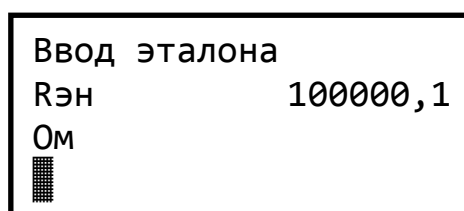
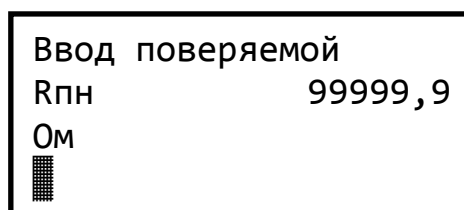
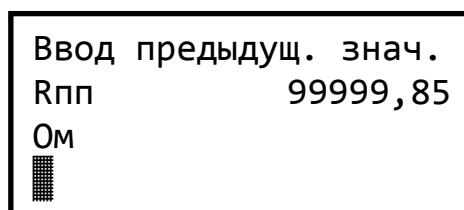

Рисунок 10 – Экран ввода номинального значения сопротивления эталонной меры
Рисунок 11 – Экран ввода номинального значения сопротивления поверяемой меры
Рисунок 12 – Экран ввода предыдущего значения сопротивления поверяемой меры
2.8.3 После нажатия соответствующих клавиш появится экран ввода значения сопротивления (для эталонной меры – рисунок 10, для поверяемой – рисунок 11, предыдущего значения поверяемой – рисунок 12).